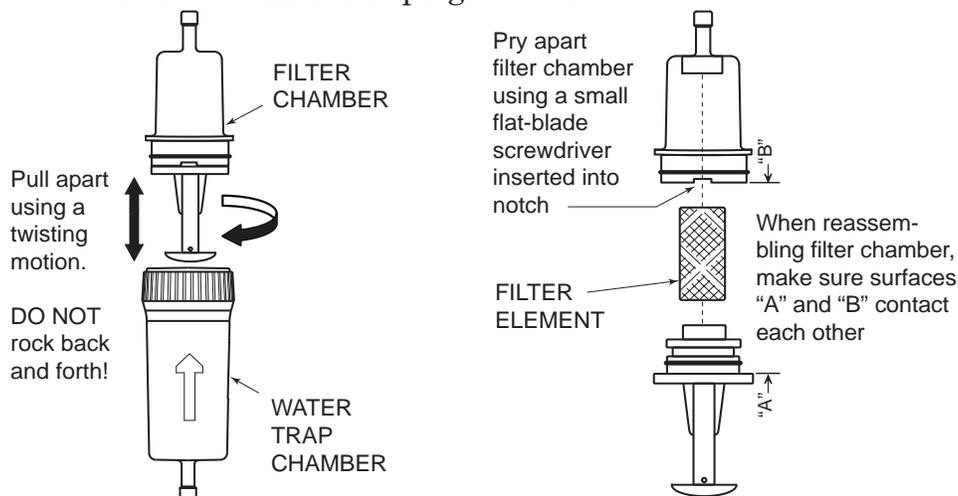

Fig. 6.3
1. Vider la chambre du piège à eau (voir Figure 6.3).
1. Tirer et enlever le bouchon de fermeture de l'élément filtrant, Figure 6.3.